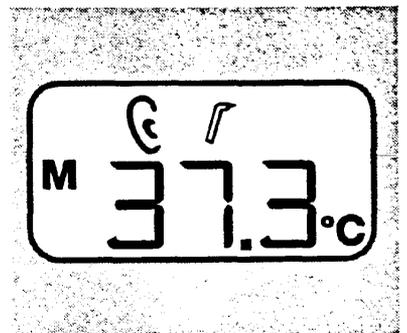

Abb. 9
6. Wenn das Gerät aus dem Ohr entfernt wird, gibt die Anzeige die zuletzt gemessene Temperatur an (Abb. 9), bis eine neue Messung durchgeführt oder das Gerät ausgeschaltet wird. Das Thermometer ist zum Messen einer neuen Temperatur bereit, wenn das Symbol ff (bereit) auf der LCD-Anzeige zusammen mit der zuletzt gemessenen Temperatur erscheint (Abb 10). Um die Genauigkeit der Messungen zu gewährleisten, muß die Schutzkappe nach jedem Gebrauch durch eine neue ersetzt werden. Untersuchen Sie bei jedem Auswechseln der Schutzkappe die Linse der Meßspitze auf Beschädigung oder Verunreinigung. Zwei Minuten nach der letzten Messung schaltet sich das Thermometer automatisch aus, um Batteriekapazität zu sparen.